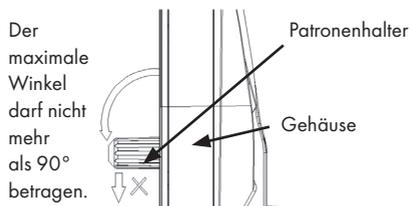
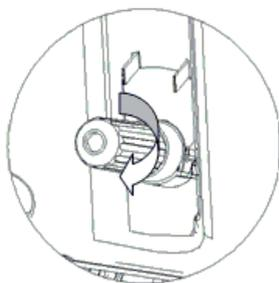

Abbildung 10
Abbildung 12
- Stellen Sie sicher, dass der Druckregler auf der Oberseite des Deckels auf der Position „-“ steht. Drehen Sie den Patronenhalter in einem geeigneten Winkel von der oberen Abdeckung nach außen. Der Winkel sollte maximal 90 Grad betragen. Lösen Sie die CO2-Patronenhalterung (siehe Abbildung 10). Führen sie eine CO2-Patrone in die Halterung ein und drehen Sie die Patrone schnell und vorsichtig fest (im Uhrzeigersinn fest, gegen den Uhrzeigersinn locker), bis Sie ein Klicken hören (Abbildung 12), was ein Zeichen dafür ist, dass der Verschluss durchstochen wurde und das Kohlendioxid frei in das Fass fließt. Das Gasdruckventil wird dann nach oben gedreht und rastet in der oberen Abdeckung ein. Gehen Sie beim Ersetzen der Gaspatrone in umgekehrter Reihenfolge vor (vergewissern Sie sich, dass die Gaspatrone beim Austausch bereits leer ist).